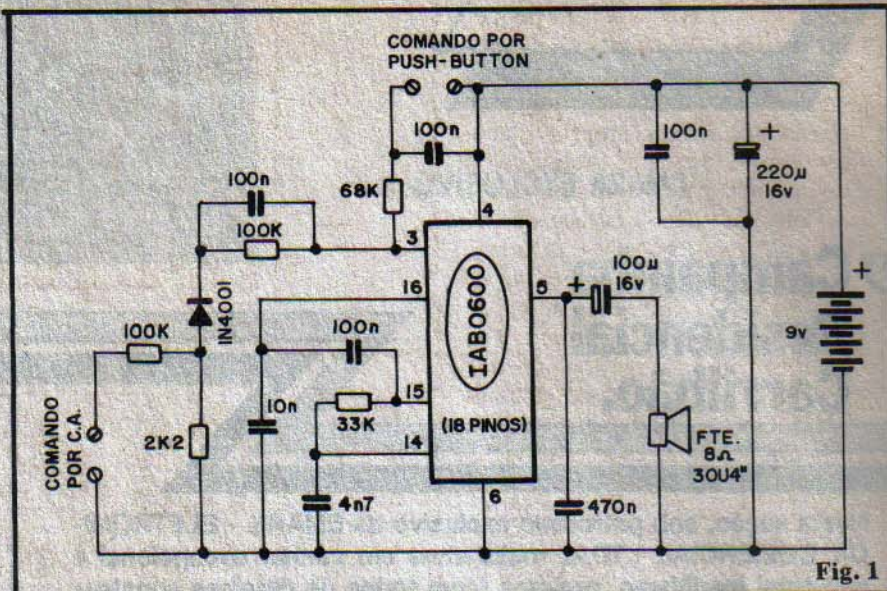
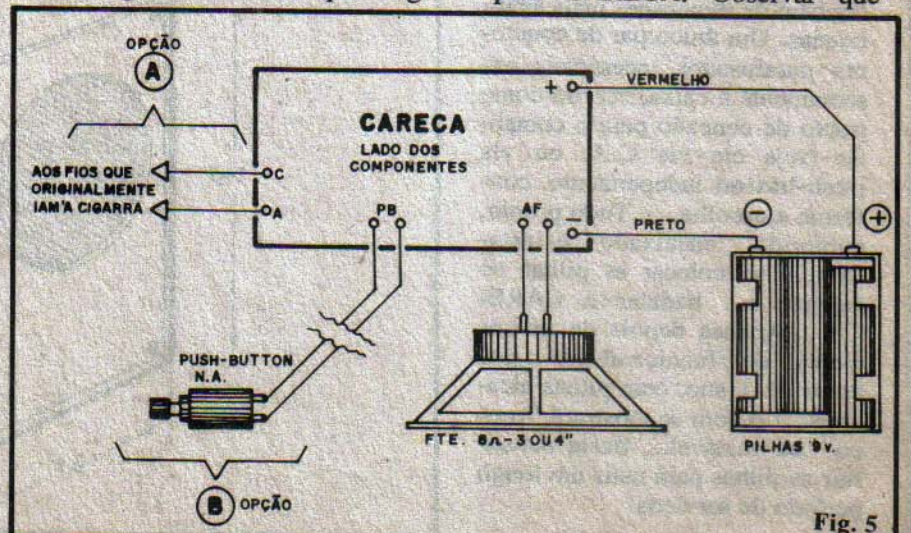

Fig. 1
Fig. 5
— FIG. 1 — O diagrama do circuito da CARECA está na figura, em toda a sua simplicidade. Conforme já foi dito, o Integrado IAB0600 faz "só" tudo e a maioria dos (poucos) componentes externos "está lá" em
- **FIG. 5 - CONEXÕES EXTERNAS À PLACA** - Com a placa ainda vista pelo lado dos componentes, as conexões periféricas são mostradas na figura, com grande clareza. Observar a polaridade da alimentação, com os fios que vêm do suporte de pilhas codificados pela "velha" norma: **vermelho** para **opositivo** e **preto** para o **negativo**. Os pontos "AF" destinam-se à ligação dos fios que vão ao alto-falante. Finalmente, resta escolher o tipo de comando para a CARECA: se for optado o comando direto pela C.A., os pontos "C-A" deverão ser ligados aos fios que origi-
(conforme já foi dito...), tudo fica como está, bastando remover a cigarra e instalar, no seu lugar, a CARECA, ligando-se os fios originais aos pontos "C-A" da placa, sem preocupações, inclusive, quanto à tensão da rede local (110 ou 220VCA, indiferentemente), já que o circuito já apresenta suas proteções e atenuadores de entrada, compatíveis com as tensões domiciliares comuns. No módulo 6-B vemos uma forma simplificada (sem ter que mexer nos componentes agregados diretamente à placa) de acoplar o circuito a um amplificador, constituindo uma segunda opção, em relação à sugerida no item O CIRCUITO (texto sobre a fig. 1), para os que pretendam usar a CARECA como "sinal de chamada". Certamente, nessa aplicação, convém que o comando seja feito por **push-button** independente, conforme indica a opção "B" da fig. 5.